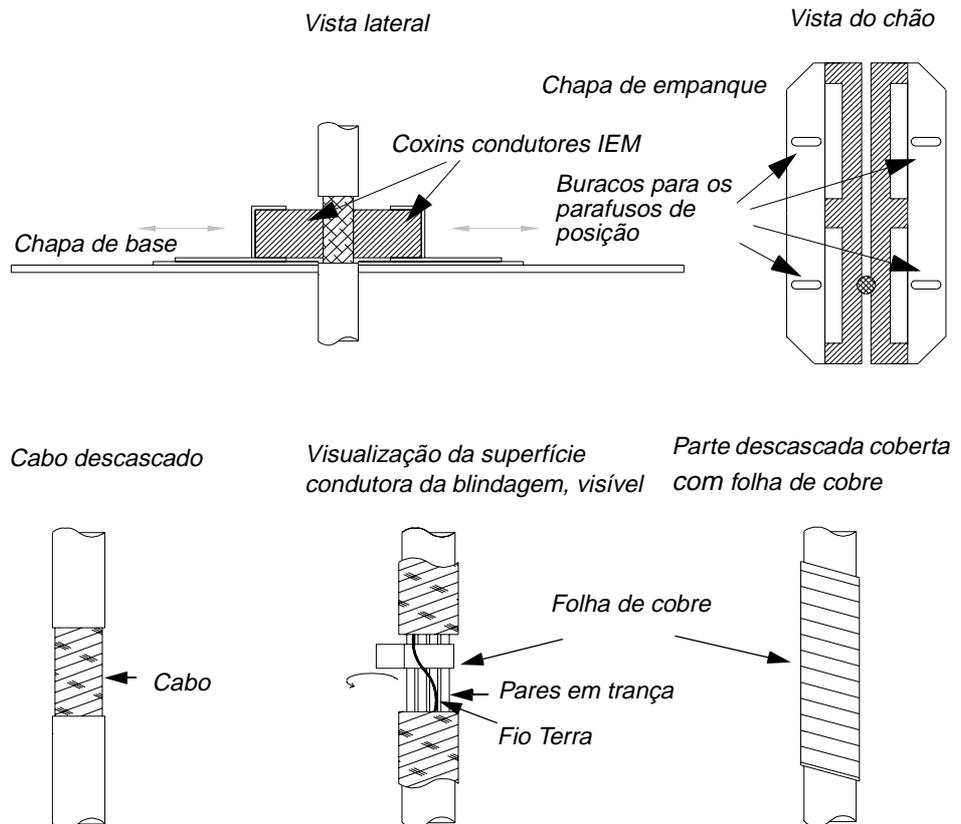

Figura 6-17 Entrada do cabo de controlo
- Descasque o isolamento do cabo na área de empanque. Os coxins condutores da ranhura CEM deve entrar em contacto com a parte descascada do cabo. Veja *Figura 6-17*. Se a superfície da blindagem não for coberta com material não-condutor, corte a blindagem com cuidado e puxe-a para trás sobre o isolamento (veja *Figura 6-17 em baixo*).